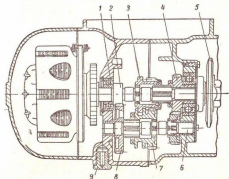

Рис. 8. Коробка передач:
**Коробка передач** (рис. 8) смонтирована в одном блоке с двигателем и состоит из первичного вала, пяти шестерен, промежуточного вала и механизма переключения передач.